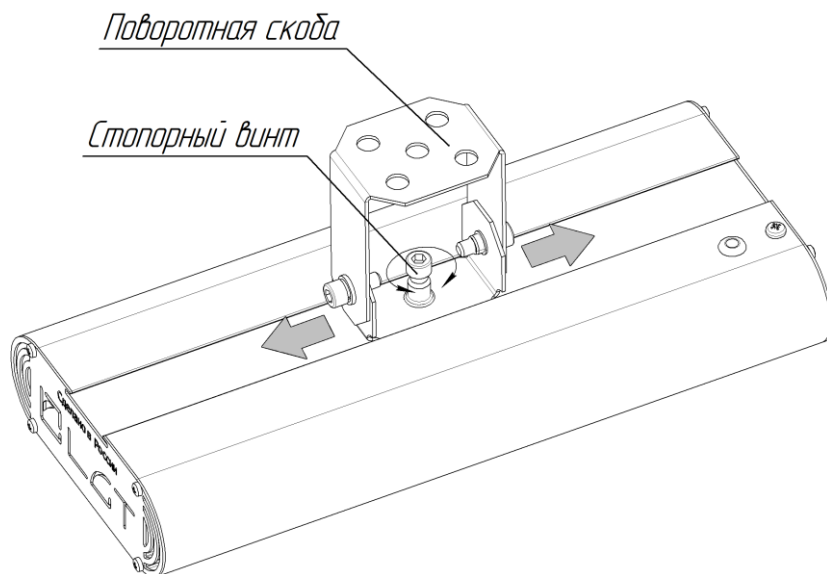

Рис. 1
- 1) Отрегулировать положение поворотной скобы на светильнике (Рис. 1). Минимальное рекомендуемое расстояние от краев светильника до поворотной скобы 50 мм. Фиксация положения поворотных скоб осуществляется с помощью стопорного винта.